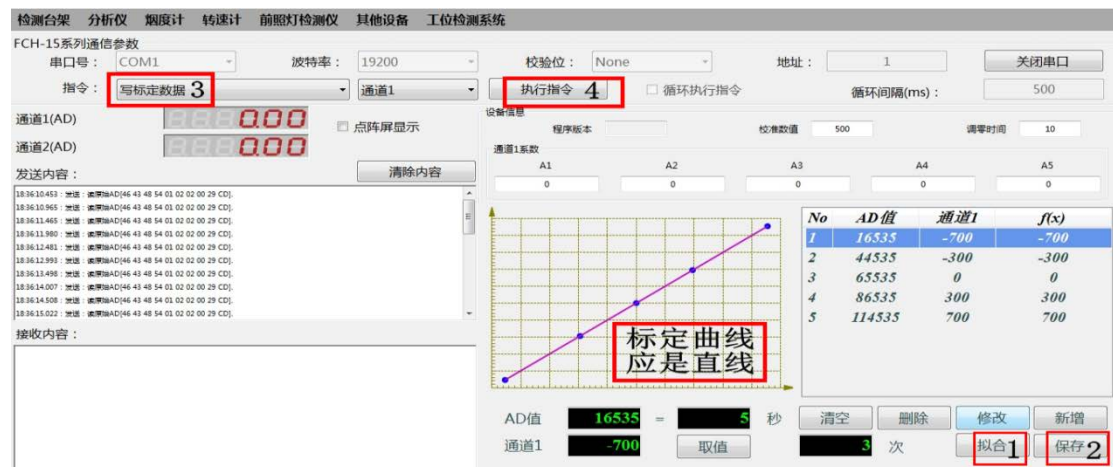

图 4.12
(11)、将所有标定点都增加到标点坐标系（此时标定曲线应是直线，如果标定曲线不是直线，则重新标定），点击“拟合”与“保存”，选择指令“写标定数据”并“执行指令”（见图4.12），将标定数据写入单片机中，完成侧滑标定。